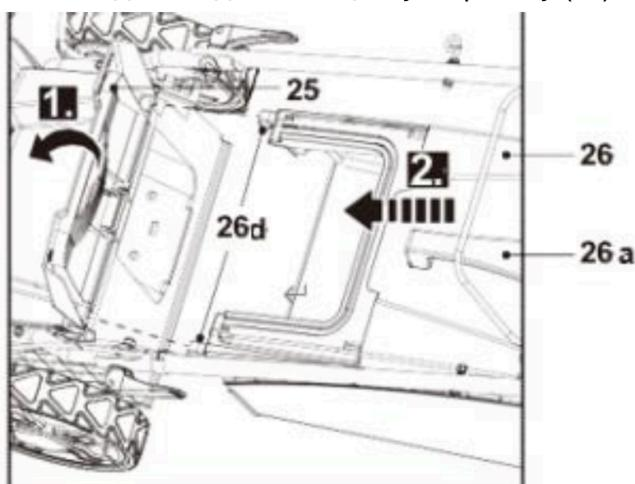

Рис. 5
3. Откройте заднюю защитную крышку (25) и удерживайте ее в таком положении (рис. 5, пункт 1).
5. Совместите крючки (26d) с пазы и повесьте на них травосборник (рис. 5, пункт 2).
6. После этого осторожно освободите заднюю защитную крышку (25).